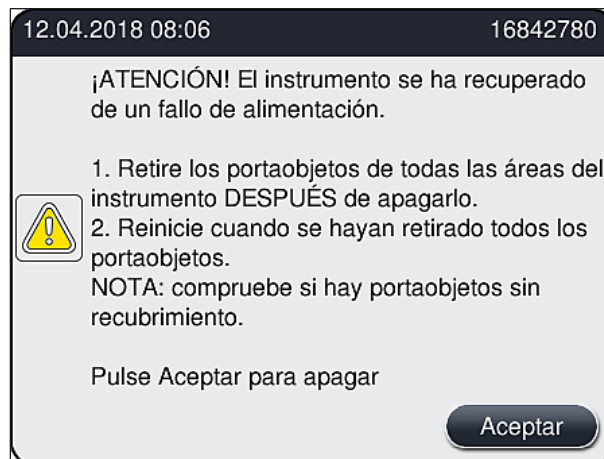

Fig. 109
- Una vez recuperada la alimentación eléctrica, el instrumento se reinicia automáticamente. Se notifica el corte de alimentación al usuario mediante un mensaje de información (→ Fig. 109) en la pantalla y se registra el suceso en el registro de eventos.
- ⓘ Una vez recuperada la alimentación eléctrica, el instrumento se reiniciará automáticamente. Se emitirá una señal acústica de advertencia y se mostrará un mensaje de advertencia en la pantalla (→ Fig. 109).
Siga las instrucciones del mensaje de información (→ Fig. 109) y retire los portaobjetos del instrumento.